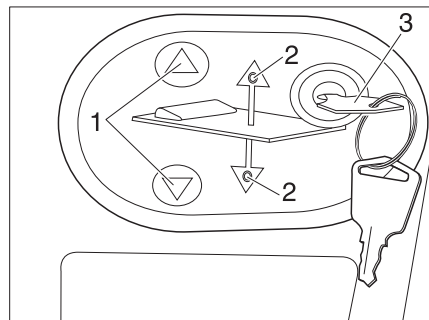

Bild 163 Manöverpanel för elektrisk höjbar säng
- Sätt in nyckeln (Bild 163,3) i manöverpanelen (Bild 163,2).
- Tryck på knappen  eller  (Bild 163,1) och håll den intryckt. Motsvarande LED (Bild 163,2) lyser och den höjbara sängen sänks eller höjs.
- När önskad position är nådd, släpp knappen  eller  (Bild 163,1) igen. Motsvarande LED (Bild 163,2) slocknar.
- Dra ut nyckeln (Bild 163,3).